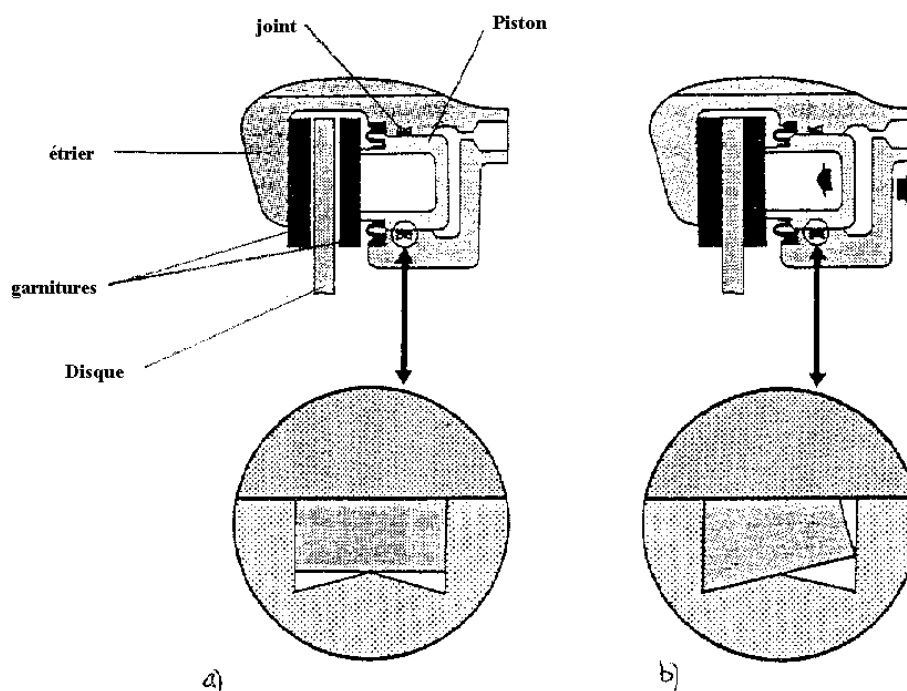

Fig1: Frein à étrier coulissant a) position Repos, b) Position freinage
1.1 Frein à étrier flottant : (fig 1)